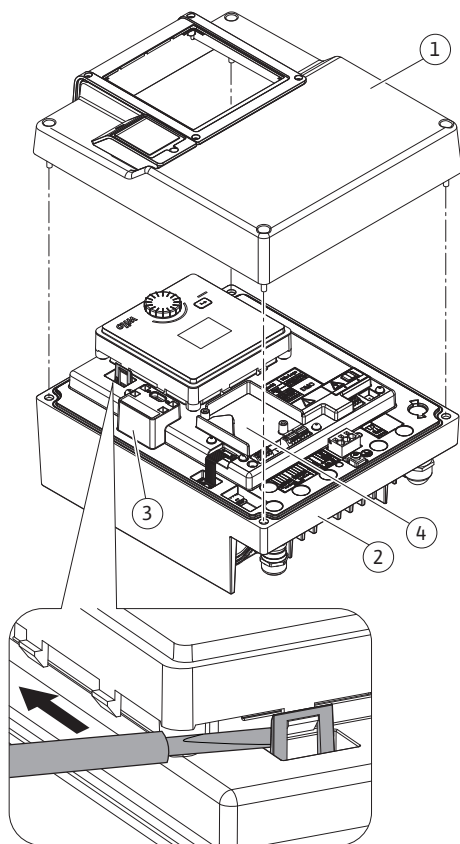

Fig. 17: Elektronikmodul
CIF-moduler (tilbehør) bruges til kommunikation mellem pumper og bygningsstyringsteknik. CIF-moduler sættes i elektronikmodul (Fig. 17, pos. 4).